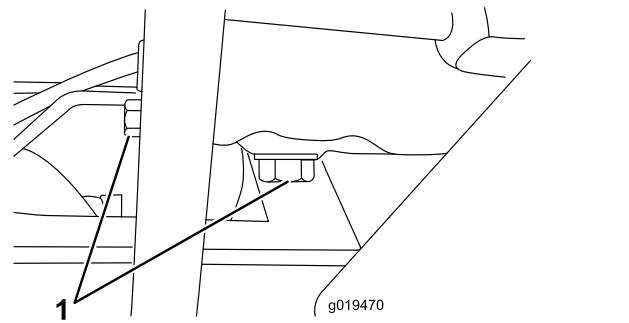

Bild 51
1. Entfernen Sie die Ablassschraube (**Bild 51**) und lassen das Öl in eine Auffangwanne ab. Schrauben Sie die Ablassschraube wieder ein, nachdem das Öl abgelaufen ist.